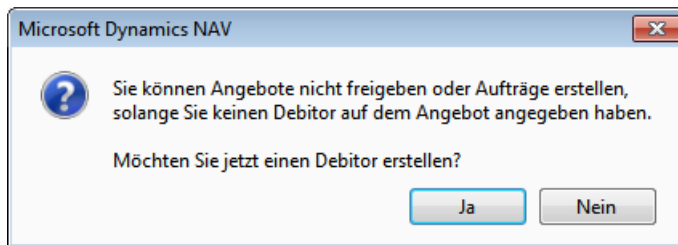

Abbildung 5.7 Dialogfeld zum Erstellen eines Debitors
12. Nachdem Aufträge nur für Debitoren erstellt werden können, erscheint nach der Rückfrage, ob Sie einen Auftrag erstellen wollen, ein weiteres Dialogfeld zum Erstellen eines Debitors aus dem Kontakt (siehe Abbildung 5.7). Die Buchungsgruppen für diesen Debitor werden aus der Debitorenvorlage des Angebots übernommen.